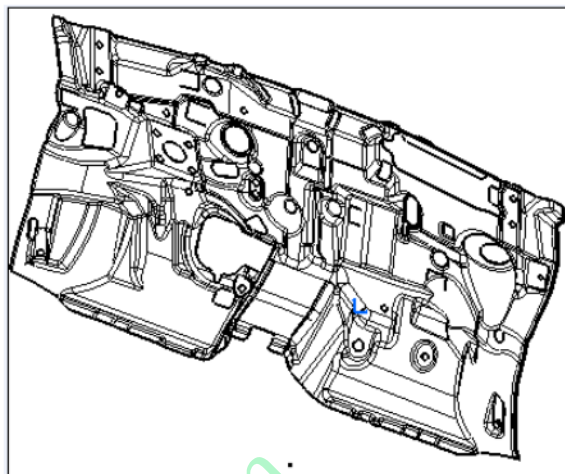

图 4-7-8-1 前围隔热层拆卸示意图
(1) 拆卸前围隔热层之前须将仪表板总成，副仪表台总成，地毯，管梁，及安装在管梁及仪表台上的 DV，空调，及线束等电器件；制动踏板，离合踏板，油门踏板，转向管柱等底盘系统；拆卸方法详见对应章节。
(2) 拆除以上所有零部件后，把如图 4-7-8-1 所示的前围隔热层从前围板上各安装焊柱上往后拉，拆下来。